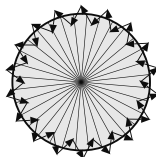

FIG.22
- Camine desde el exterior a través de la zona de cobertura hasta que la luz LED se ilumine aprox. durante 2 seg. (Ver FIG.22).